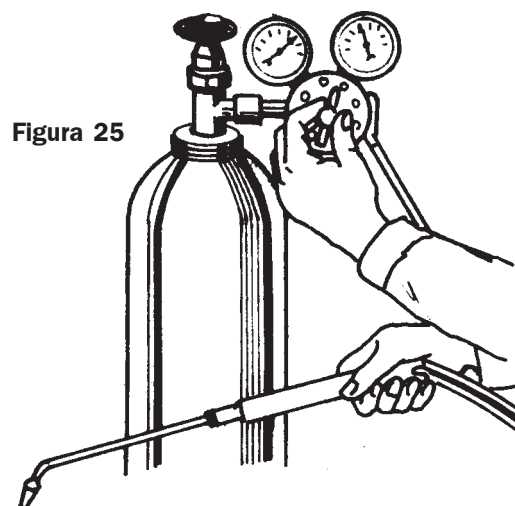

Figura 25
- 5) Proceder a ajustar poco a poco los tornillos de regulación hasta obtener la presión de salida adecuada (acetileno 1 Kg aprox., oxígeno 3 Kg. aprox.) Se sobrentiende que las mangueras del soplete deben de estar conectadas a los reductores antes de proceder a ajustar los tornillos de los mismos (**figura 25**).